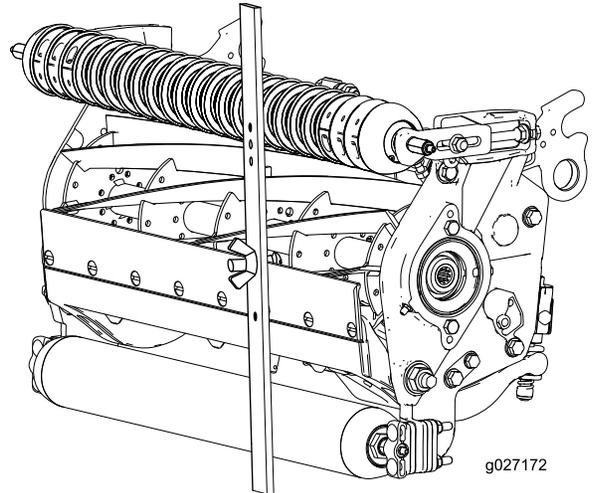

Figure 17
4. Accrochez la tête de la vis sur le tranchant de la contre-lame et appuyez l'arrière du gabarit contre le rouleau arrière (**Figure 17**).
5. Tournez la vis de réglage jusqu'à ce que le rouleau avant touche le gabarit (**Figure 17**).